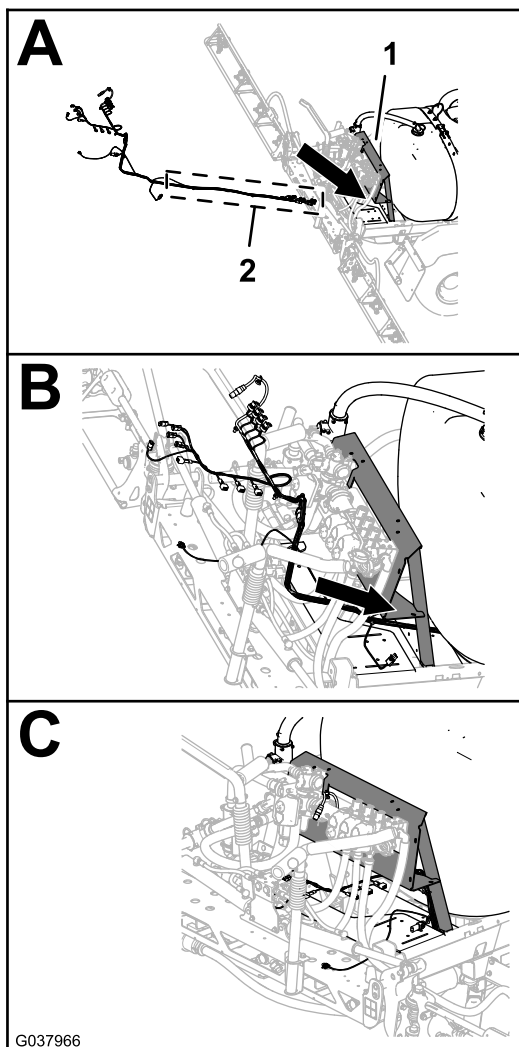

Bild 102
2. Verlegen Sie den 168-cm-Zweig des neuen elektrischen Kabelbaums zwischen die Ventilbefestigung und die rechte Stütze für die Verteilerbefestigung (Bild 102).